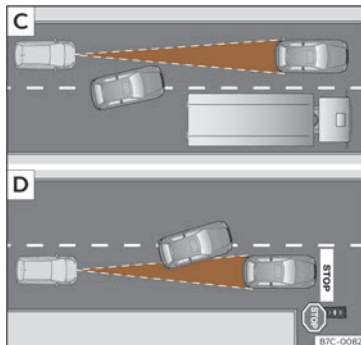

Fig. 177 [C] Changement de voie d'un véhicule. [D] Véhicule tournant et un autre arrêté.
- Véhicules changeant de voie pour aller sur la vôtre, à courte distance de votre véhicule » » **fig. 177** [C].
L'ACC peut ne pas réagir face à des véhicules arrêtés. Par ex., si un véhicule détecté par l'ACC tourne ou se détache et que devant ce dernier se trouve un véhicule à l'arrêt, l'ACC ne réagira pas face à celui-ci» **fig. 177**